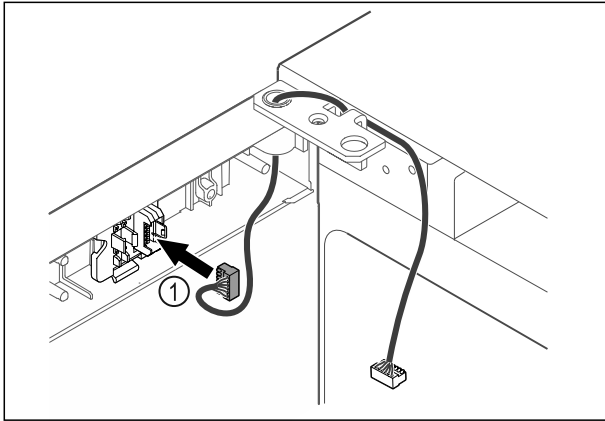

Fig. 53
- Inserire il connettore Fig. 53 (1) nel supporto connettori.